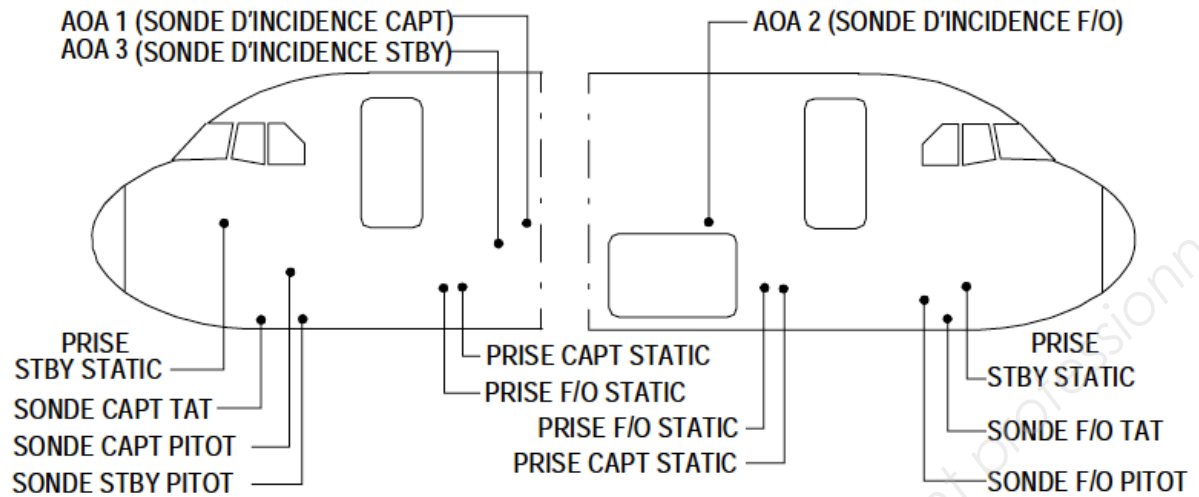

Figure 4 : Localisation des sondes
- **4 types de sondes** : (voir figures 4 et 5 page 8 du DT)